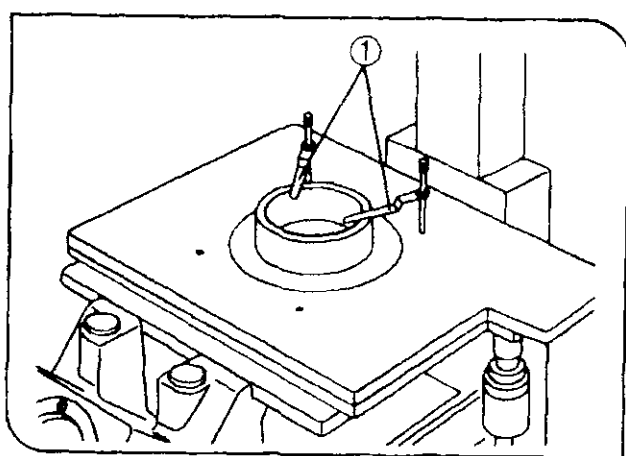

图 13
#### (1) 放置样品 (图 13 到 16)
(图 13)